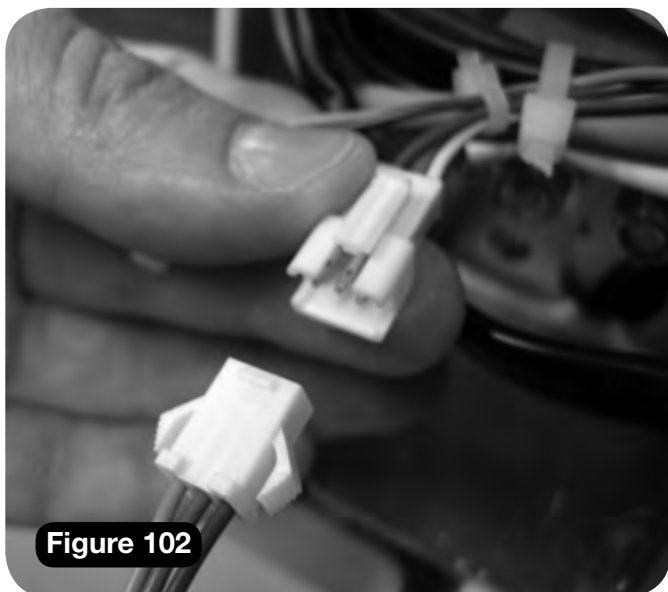

Figure 102
- e Connectez le faisceau de la manette de commande (orange, bleu et vert) (**Figure 102**).